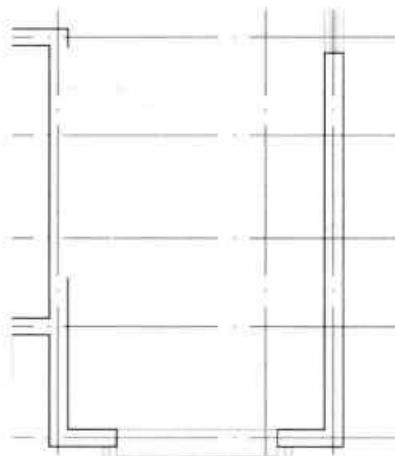

图16-99 绘制楼梯
**Step 03** 在绘图区域中，指定好楼梯位置，按回车键即可完成楼梯梯段的绘制操作，如图 16-99 所示。